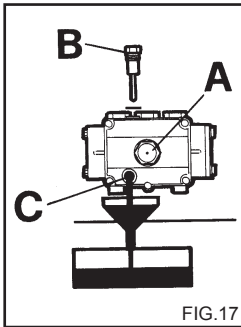

FIG.17
Периодически контролируйте уровень масла в насосе высокого давления через индикатор, рис. 17А или при помощи щупа контроля уровня, рис. 17 В.
- 1) Отвинтите пробку слива, находящуюся под насосом (fig. 17С).
- 2) Отвинтите пробку с щупом контроля уровня (fig. 17).